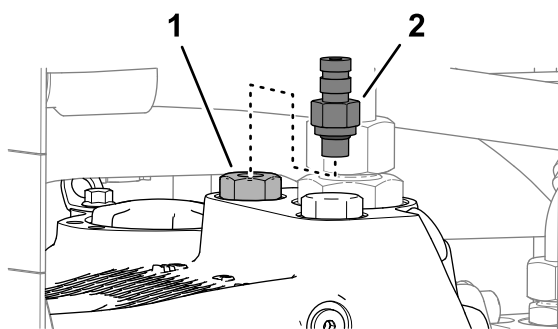

Bild 20
3. Montieren Sie die Schnelltrenanschluss (Bild 20) in das Reduzierstück.